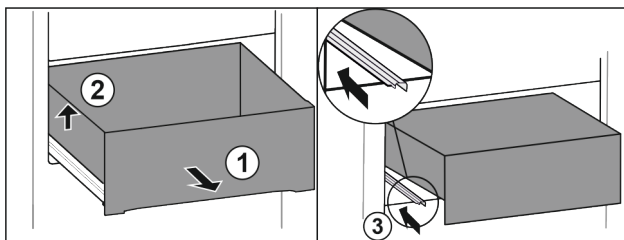

Fig. 114
- Schubfach bis zum Anschlag herausziehen. Fig. 114 (1)
- Schubfach links anheben. Fig. 114 (2)
- Linke Schiene einschieben. Fig. 114 (3)